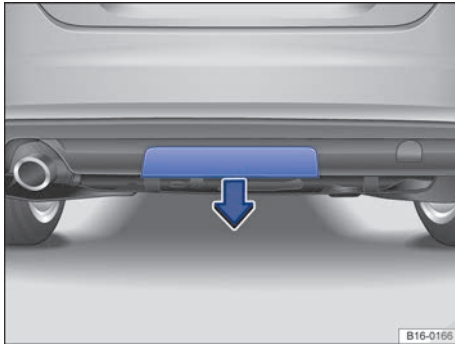

Fig. 181 Paragolpes trasero: desmontar la tapa.
El alojamiento del enganche de bola desmontable se encuentra en el paragolpes trasero detrás de una tapa → fig. 181.
- Retire la tapa tirando hacia abajo en el sentido de la flecha → fig. 181.